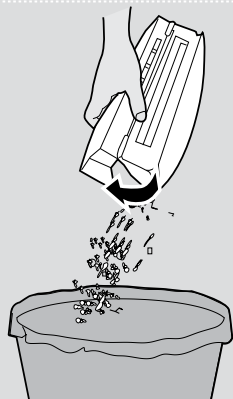

Рис. 18
2. Опорожните пылесборник над мусорным ведром. **[Рис. 18]**